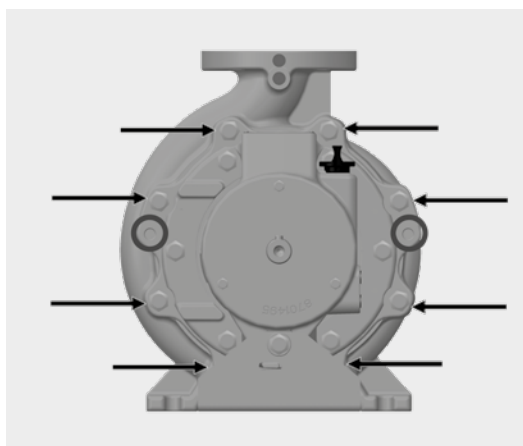

Figura 18 - Vista da tampa de pressão ilustrando parafusos
6. Para remoção do conjunto *back pull-out* é necessário o aperto de dois parafusos no local indicado com círculo na Figura 18. Os parafusos desmontados na operação 4 podem ser utilizados nesta operação.